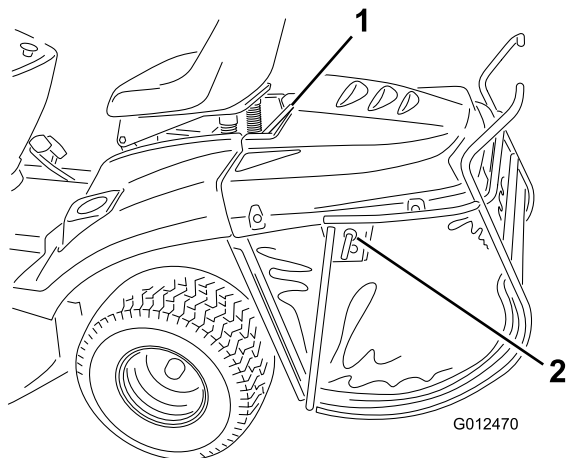

Figure 37
1. Placez la goupille de verrouillage sur le bac à herbe (Figure 37).
2. Soulevez le bac à herbe au moyen de la barre de support supérieure (Figure 37).